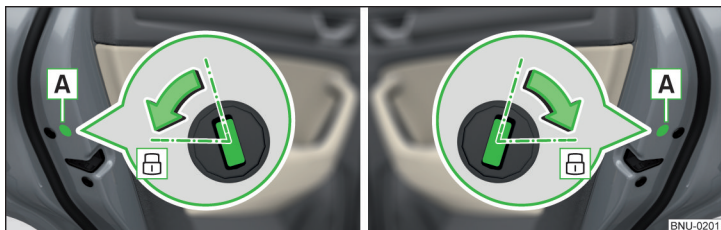

Fig. 258 Portiera stânga / dreapta
- › În cazul autovehiculelor cu masă **A**, înlocuiți-o » fig. 258.